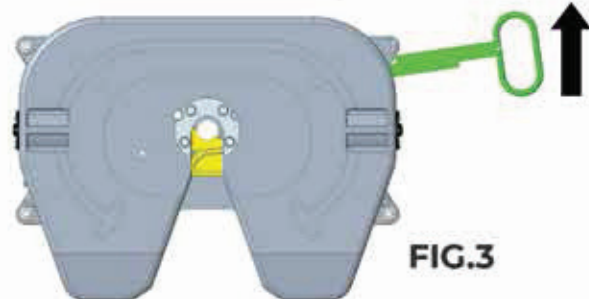

FIG.3
1.4- Empurrar a alavanca da Quinta Roda em direção à frente do veículo até encostar na Quinta Roda (ver Fig. 3).